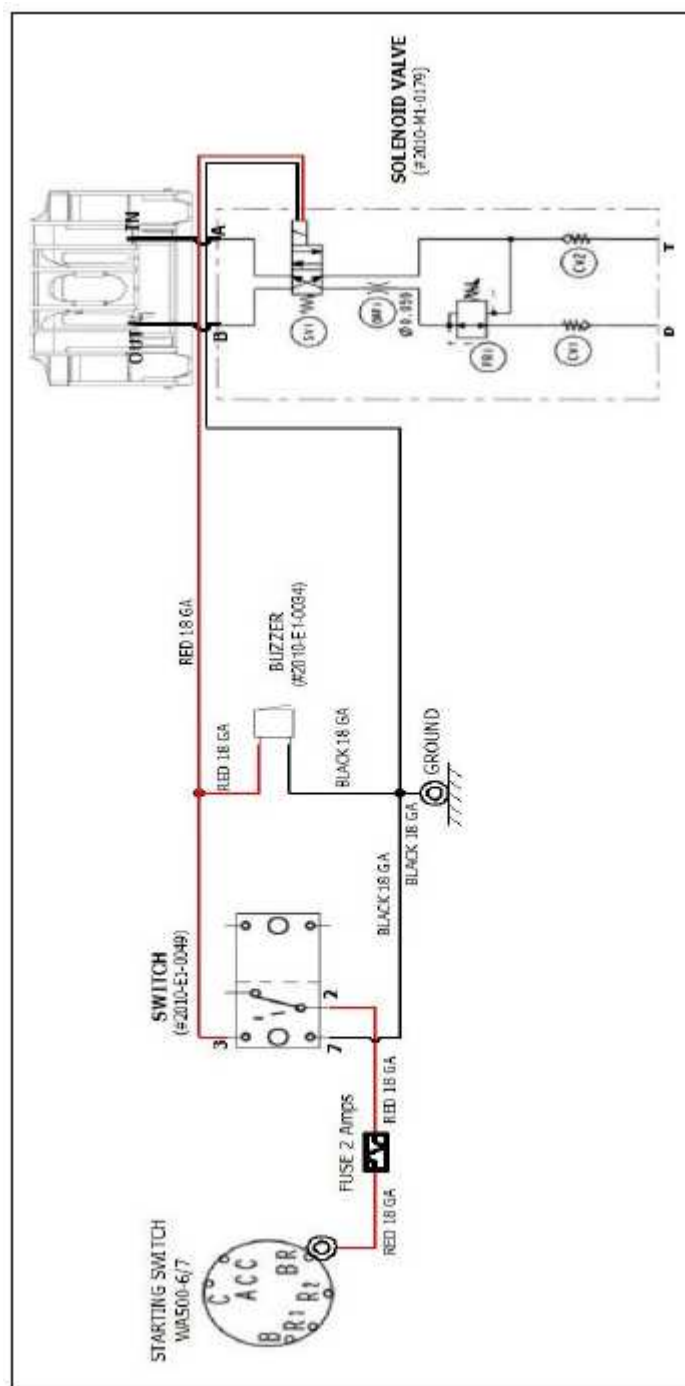

Fig. 19
- 7.4. Actionner le commutateur a ON, la lumière de témoins dans le commutateur s'allume et l'alarme sonne, le vérin entre, si ce n'est pas le cas, consulter Fig. 19 et vérifier les connexions des fils électriques et des boyaux, peut-être ils sont inversés.